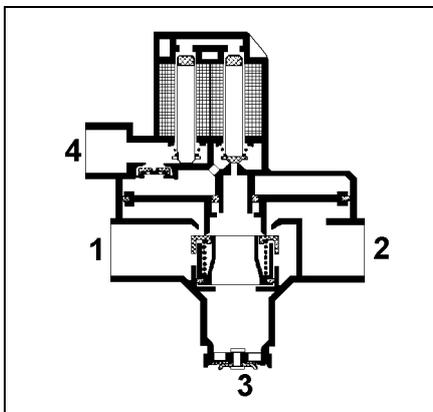

Abb. 12
Der an 4 anliegende Steuerdruck gelangt über die Magnete M1 und M2 in den oberen Kolbenraum und drückt den Kolben (K) nach unten. Es öffnet sich ein schmaler Spalt zwischen 1 und Raum B (siehe Abb. 12). Am Ausgang 2 baut sich Druck auf (angeschlossener Bremszylinder nicht gezeichnet). Da obere und untere Seite des Kolben gleiche Flächen haben, stellt sich der Kolben - sobald der Druck an 2 gleich dem Druck an 4 ist - in die ursprüngliche Stellung. Der Ringkolben liegt wieder am Sitz an - der Durchgang von 1 nach Raum B ist gesperrt.
#### Druck-Aufbau: (Abb. 12)